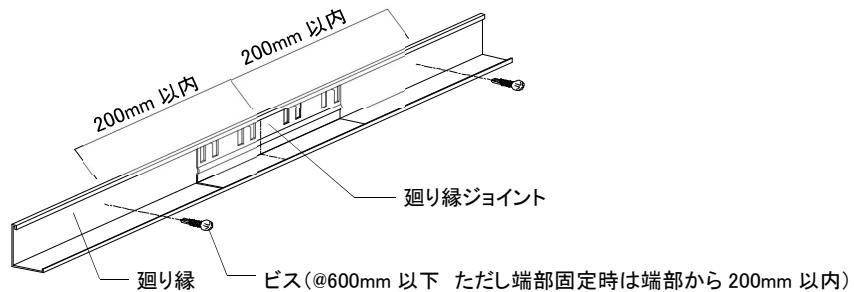

図2-3-2 廻り縁端部のビス固定位置
- ②基準墨に沿って廻り縁をビスピッチ@600mm 以下で固定する。端部固定時は廻り縁ジョイントと干渉しないように、端部から200mm以内に固定する。(図2-3-2 参照)